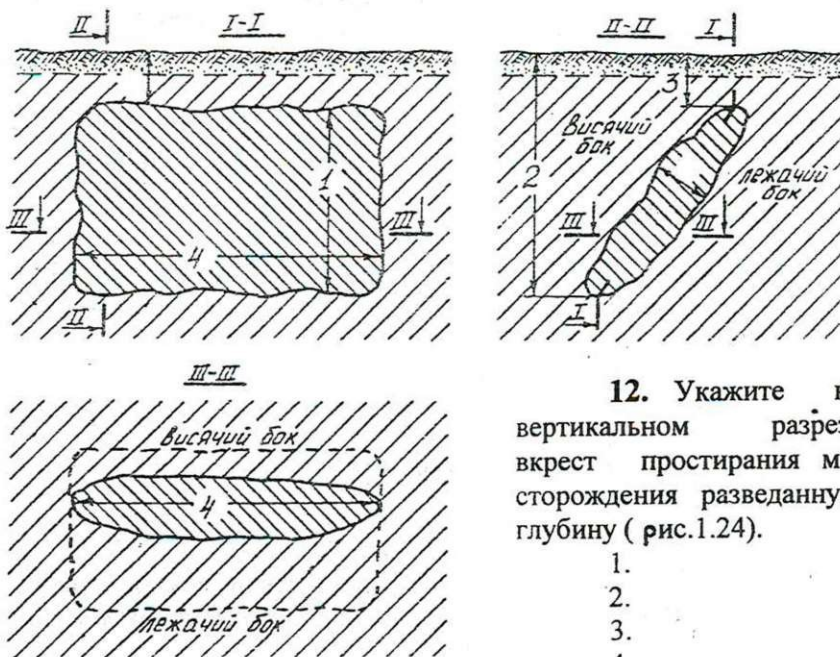

Рис. 1.24
12. Укажите на вертикальном разрезе вкрест простирания месторождения разведанную глубину (рис.1.24).